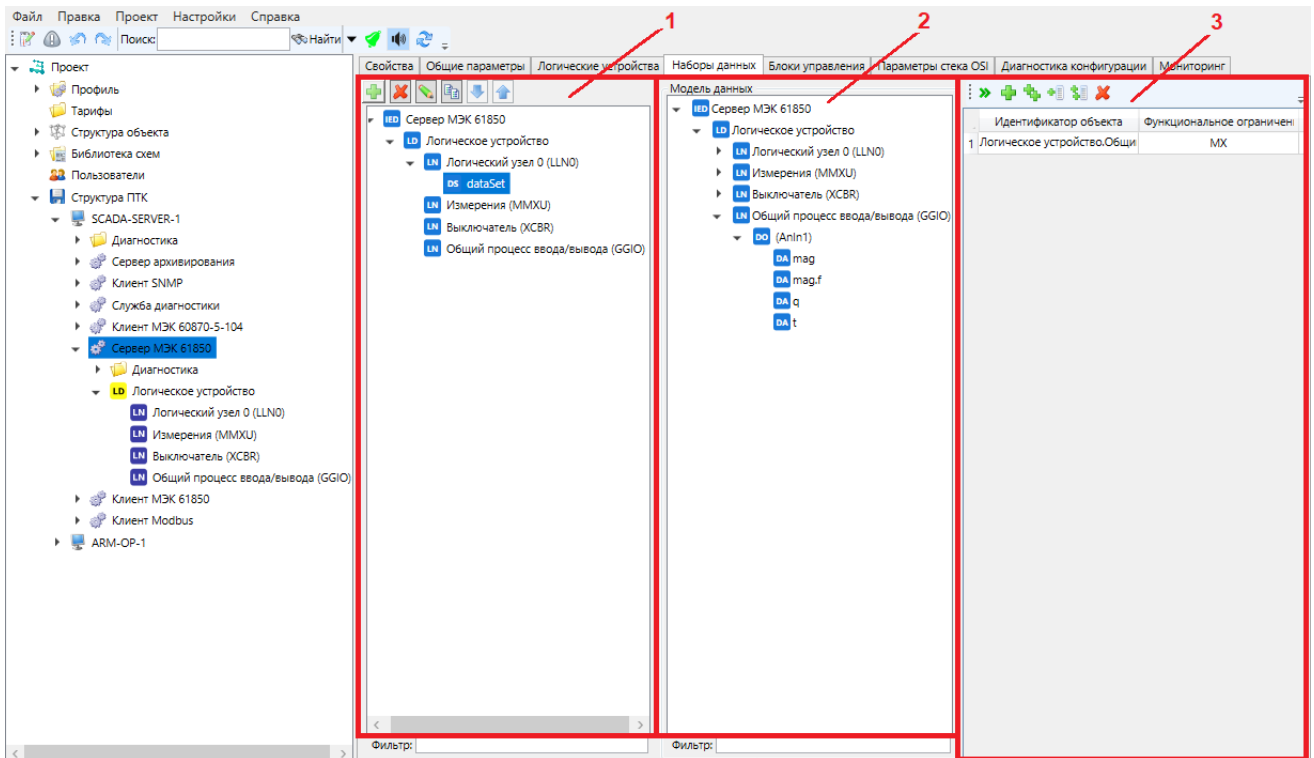

Рисунок 26 – Раздел **Наборы данных** сервера МЭК 61850
Раздел **Наборы данных** (рисунок 26) позволяет создавать наборы сигналов, используемые при передаче данных через механизм отчетов или GOOSE-сообщений.
Область наборов данных (рисунок 26, поз. 1) позволяет средствами иерархического редактора справочников просматривать список имеющихся наборов и добавлять новые наборы данных.
– выполнить команду создания элемента  панели инструментов области наборов данных (рисунок 26, поз. 1). Команда копирования  панели инструментов области наборов данных позволяет создать копию выделенного набора данных;
– командой  панели инструментов области текущего набора данных (рисунок 26, поз. 3) заполнить пользовательский набор данных сигналами из модели данных (рисунок 26, поз. 2). В набор данных допускается добавление как объектов данных (DO), так и отдельных атрибутов (DA);
Для удаления выбранного набора данных выполнить команду удаления  панели инструментов области наборов данных (рисунок 26, поз. 1). Удаление выполняется при подтверждении команды (рисунок 10). Выход из режима подтверждения с сохранением изменений выполняется по команде «ОК». Выход из режима подтверждения без сохранения изменений выполняется клавишей ESC либо по команде «Отмена».